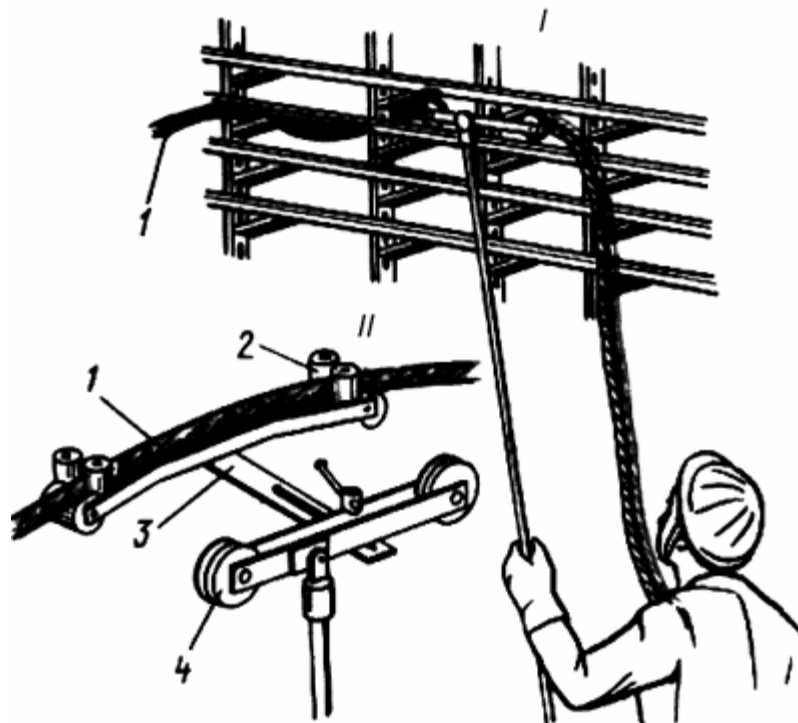

Рис.12
Для прокладки проводов и кабелей непосредственно с пола, без подъема на высоту (I) используют специальное приспособление (II), которое имеет ролики 4 для его перемещения по ребрам полок (рис.12). Прокладываемый провод или кабель 1 проходит между двумя парами вертикально расположенных роликов 2 и укладывается на полки в нужном месте, что обеспечивается выдвиганием планки 3.